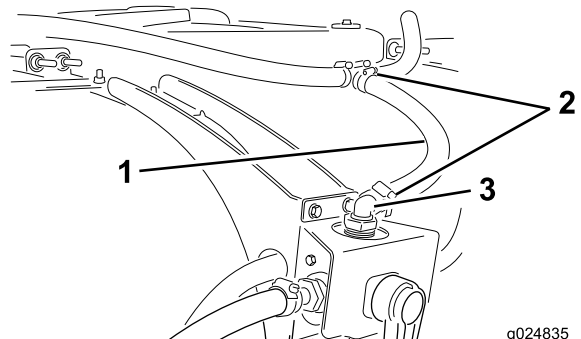

Figura 30
3. Instale o tubo na extremidade aberta do encaixe em T instalado previamente (Figura 30).